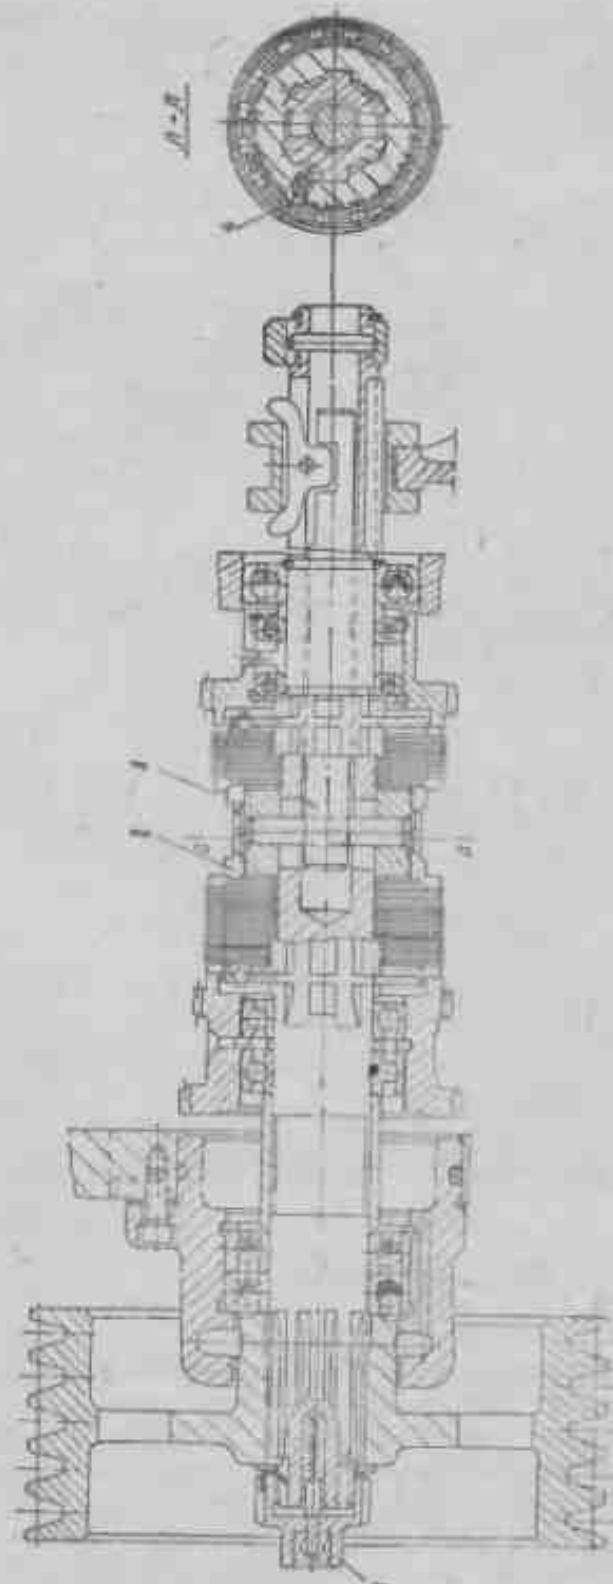

Рис. 12 Фрикционная муфта
4. Ключом от трехкулачкового патрона прорвать против часовой стрелки фрикционный вал до совпадения риски «60» на диске 1 (рис. 12) с риской на фланце 7. После этого надо снять патн в пил.
Поворотом круглой гайки 2 (рис. 12) можно отрегулировать муфту прямого вращения шпинделя, а поворотом гайки 3 — муфту обратного вращения. Для регулирования муфты прямого вращения рукоятка 21 (см. рис. 5) включается вниз, а для регулирования муфты обратного вращения — вверх. При этом рукоятка (см. рис. 5) должна быть отклонена влево (включен перебор 16:1). Поворот гаек может быть осуществлен лишь после того, как защелка 4 (см. рис. 12) будет утоплена в кольцо 5.